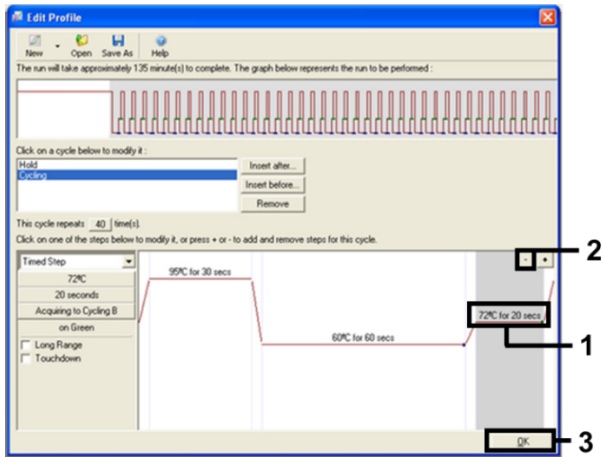

Figura 9. Rimozione del passaggio di estensione.
11. Evidenziare il terzo passaggio e fare clic sul pulsante - per eliminare. Fare clic su OK (Figura 9).